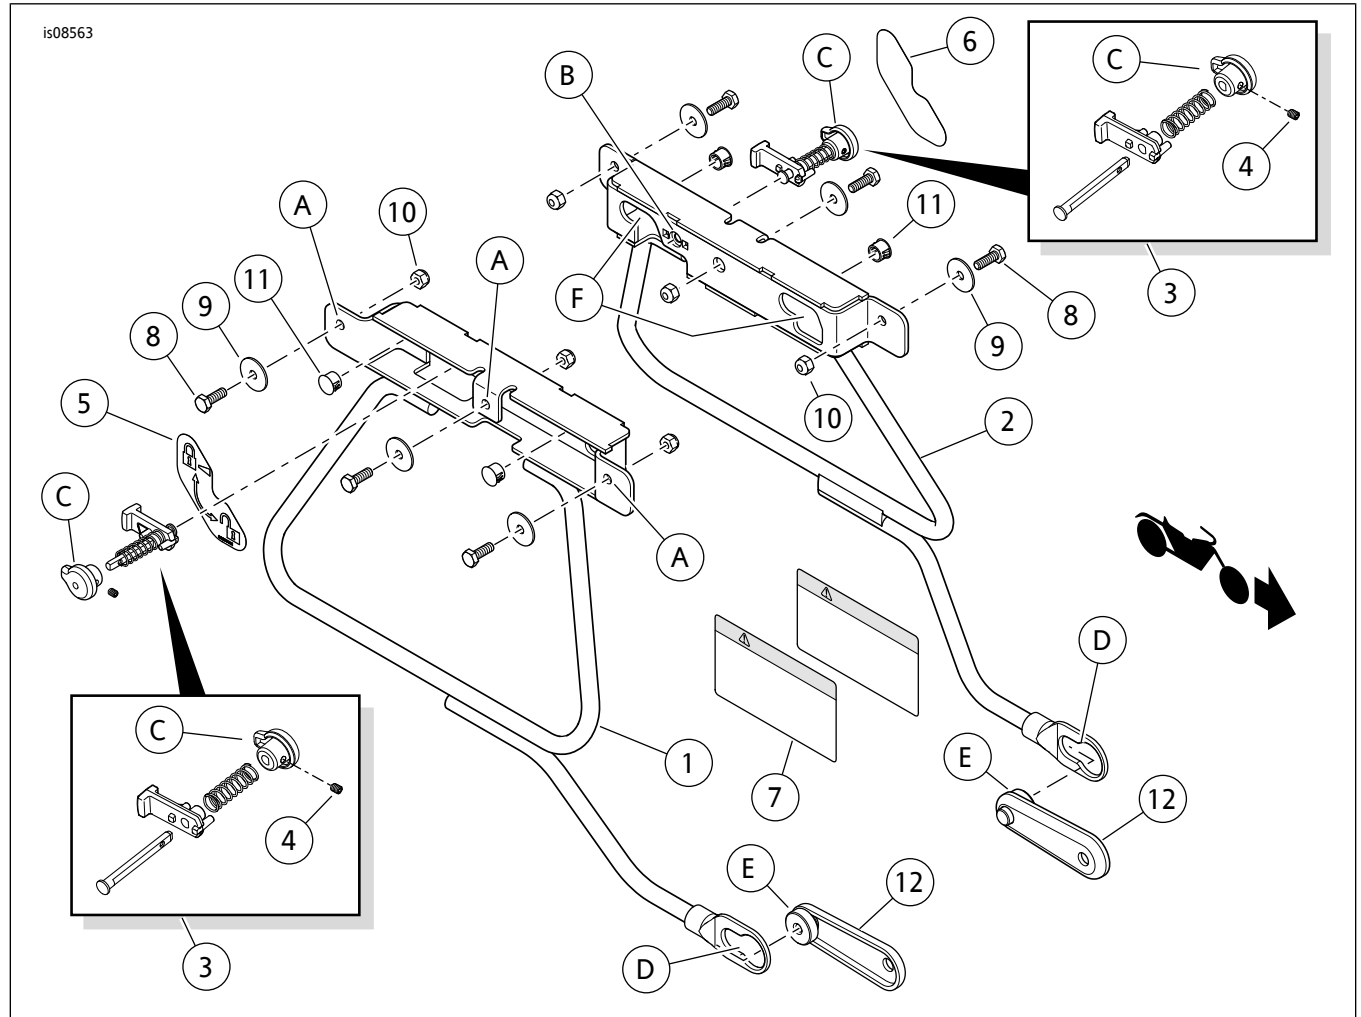

图7。维修零件：软尾可拆卸式边箱转换套件
2. 参见图7。拉动旋钮(C,边箱内后上角)。将旋钮转至解锁位置(左侧边箱为顺时针旋转,右侧边箱为逆时针旋转)。